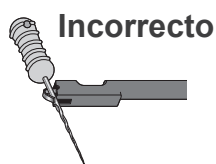

Figura 2
- No enganche una lima o una fresa como se muestra en la figura 2. De lo contrario, no se podrá obtener una localización precisa del ápice y se dañará la punta del portalimas.